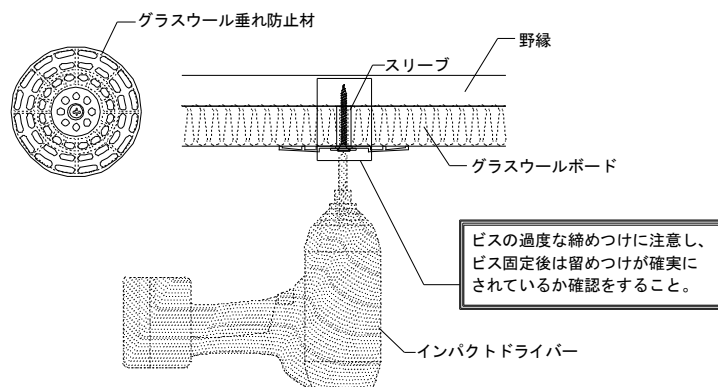

図 2-11-2 グラスウール垂れ防止材の設置注意事項
- ・ グラスウール垂れ防止材固定時は、ビスの締め過ぎにより仕上げ面にシワがよらないように低速で締めつけ、野縁とのビス穴が広がらないように内部のスリーブが野縁に接触した後も過度な締めつけをしないこと。(図 2-11-2 参照)